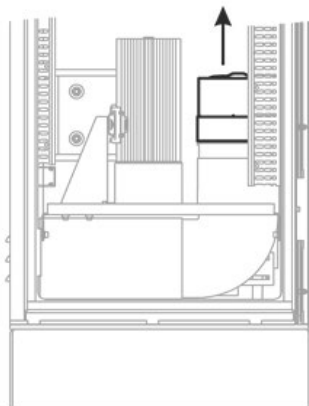

Рисунок 19. Снятие вентилятора с вентиляционной трубы
1. Очистка губчатого фильтра приточного вентилятора (26), для этого:
- Снимите вентилятор с вентиляционной трубы (см. рис. 19).